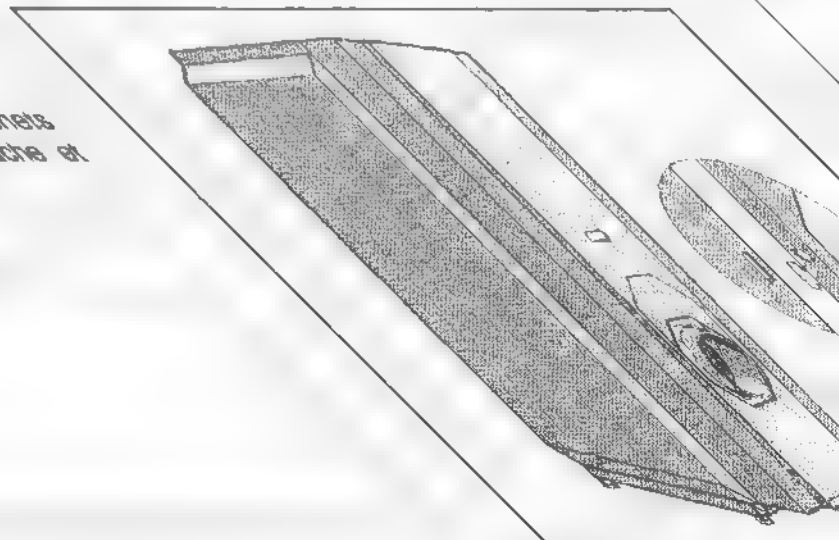

Fig. 30
- Accrocher le cache supérieur à l'aide des crochets dans les 4 rainures des parois avant gauche et droite, au-dessus de la buse de lumières (fig. 30).
- Accrocher le cache inférieur à l'aide des crochets dans les 4 rainures des parois avant gauche et droite, sous la buse de lumières (fig. 30).